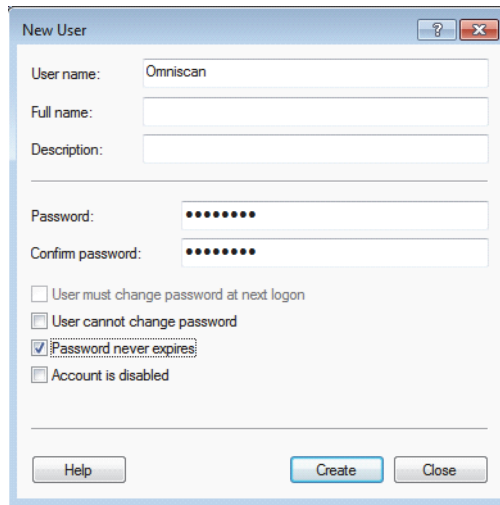

Рис. 7-26 Окно Новый пользователь (Windows 7)
5. В текстовом поле **User name** (Имя пользователя) диалогового окна **New User** (Новый пользователь) введите **Omniscan**, соблюдая формат букв (см. Рис. 7-26 на стр. 239).